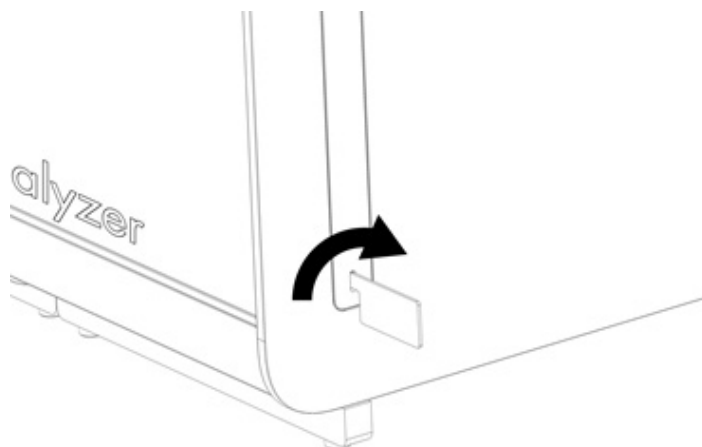

Figura 13. Scoaterea capacelor de protecție.
- 1e. Scoateți capacele de protecție din partea laterală a modulului analitic, la care urmează să fie atașat modulul analitic suplimentar (Figura 13).